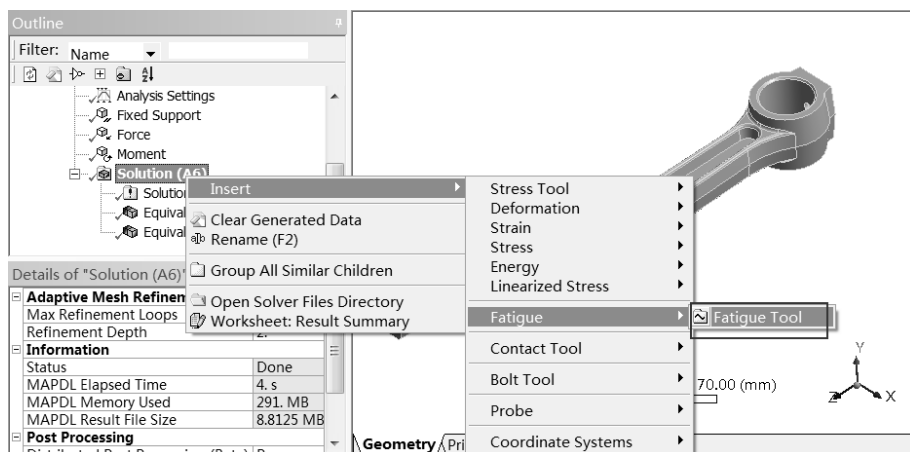

图 16-27 插入 Fatigue Tool
Step1: Solution 项目上右击, 在弹出菜单中依次选择 Insert Fatigue Fatigue Tool 如图 16-27 所示。